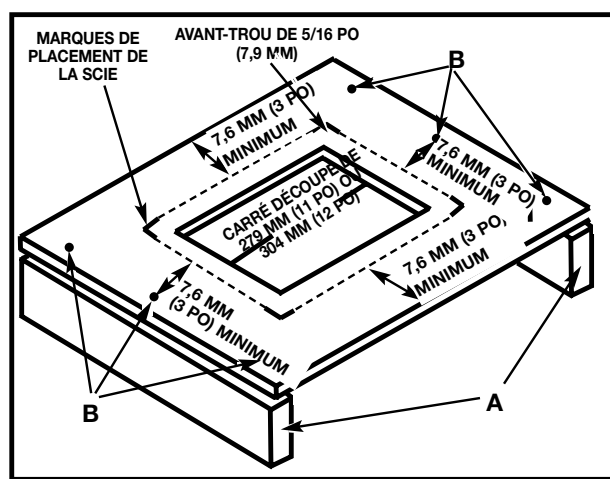

Fig. 4B
Il est également possible de construire un simple support élevé comme le montre la figure 4B.
Aligner la scie sur la surface de support et marquer l'emplacement pour percer quatre trous de 5/16 po (7,9 mm) (figure 4B).
d'un carré de 279 mm (11 po) ou 304 mm (12 po) de côté, au centre des quatre trous de montage. Découper et retirer le carré (fig. 4B). Pour élever la surface de support, mesurer deux 2 x 4 (A), fig. 4B, selon la largeur de deux côtés opposés de la surface de support. Fixer la surface de support sur les arêtes étroites des 2 x 4 (comme indiqué à la fig. 4B) à l'aide de vis à bois (non fournies), à au moins trois endroits (B), fig. 4B, sur chaque côté. Fixer la scie sur la surface en insérant la quincaillerie adéquate (non fournie) dans les trous de montage pratiqués dans la scie et dans les trous précédemment percés. Pendant l'utilisation de la scie, retirer régulièrement la sciure qui s'est accumulée sous la scie.